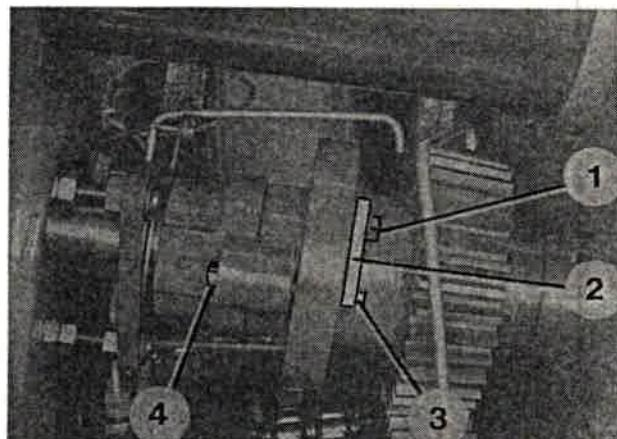

Bild 257
2. Sechskantschraube (Bild 257/1) herausschrauben, Halteblech (Bild 257/2) abnehmen.
3. Vorderen und hinteren Teil (Bild 257/3 + 4) des abgescherten Bolzens herausziehen, dazu ggf. Antrieb der Drehzylinder verdrehen.